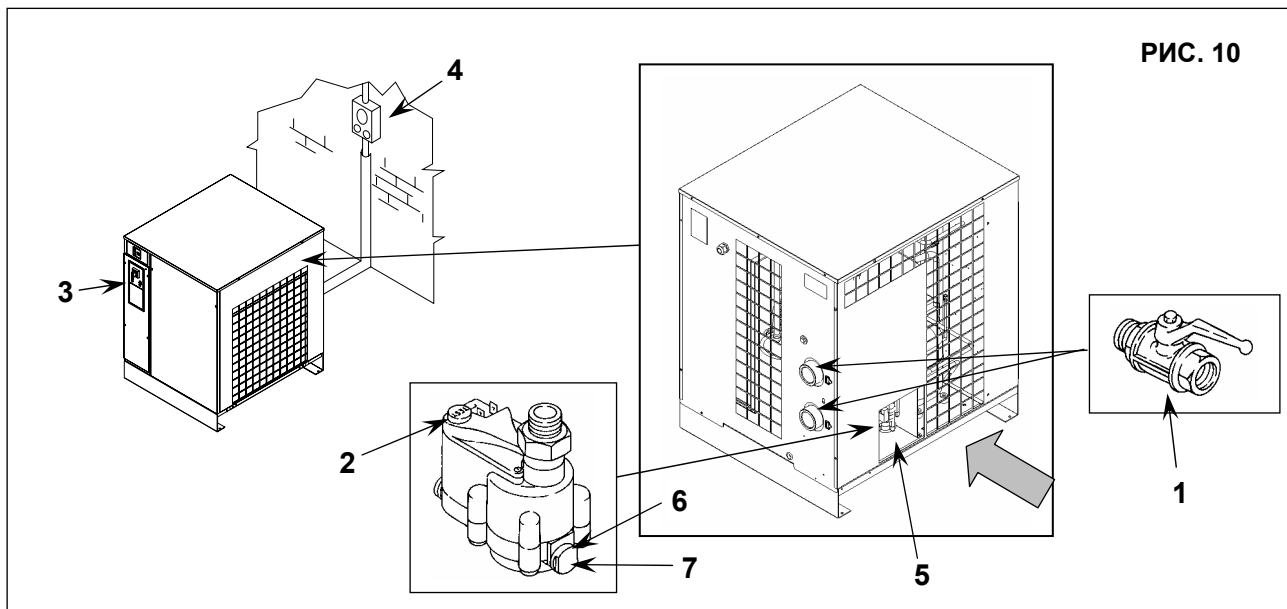

РИС. 10
15.2 ОЧИСТКА ФИЛЬТРА УСТРОЙСТВА АВТОМАТИЧЕСКОГО СЛИВА КОНДЕНСАТА (Рис. 10)
- Закройте кран, поз. 1, рис. 10
- Сбросьте давление в осушителе, нажав кнопку слива конденсата "TEST", расположенную на пароотделителе, поз. 2, рис. 10.
- Выключите устройство. Поверните переключатель в положение "STOP", поз. 3, рис. 10
- Включите автоматический дифференциальный переключатель питания, поз. 4, рис. 10
15.3 ОЧИСТКА КОНДЕНСАТОРА (Рис. 10)
- Перейдите к отверстию, поз. 5, рис. 10
- Очистите ребра конденсатора, поз. 1, сжатым воздухом (Рис. 10). **НЕ ИСПОЛЬЗУЙТЕ ВОДУ И РАСТВОРИТЕЛИ**
- Установите панели, поз. 5, рис. 10